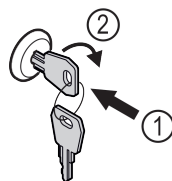

Fig. 94
- ▶ Trykk inn nøkkelen Fig. 94 (1).
- ▶ Vri nøkkelen 90° med klokka Fig. 94 (2).